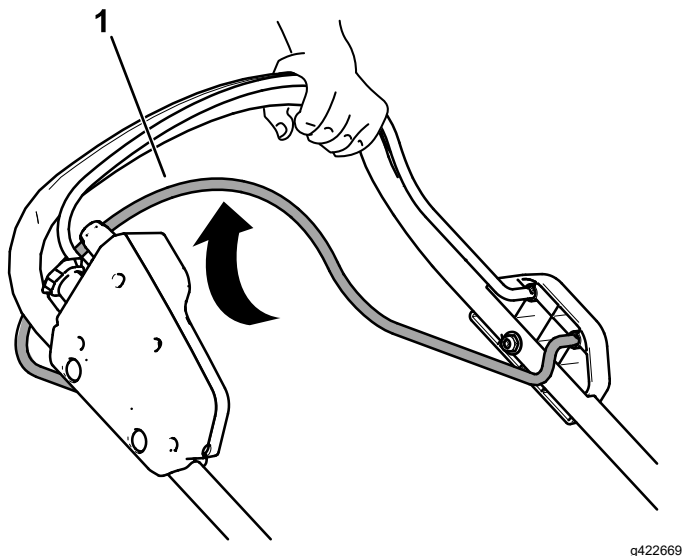

Figure 14
- Pour engager l'autopropulsion, serrez et maintenez la barre d'autopropulsion contre le guidon (Figure 14).